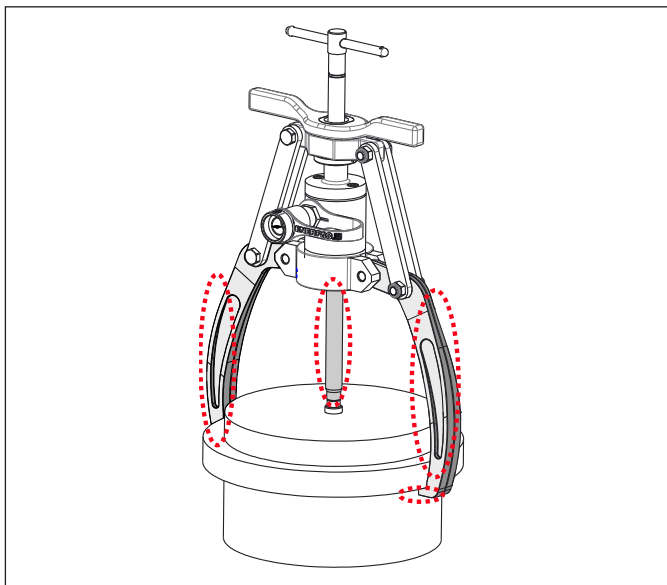

图 5， 检查是否有变形
- 操作时，注意拔轮器是否有钳爪或主轴变形的迹象。参见图 5。如发现任何变形情况，立即将泵站停机。